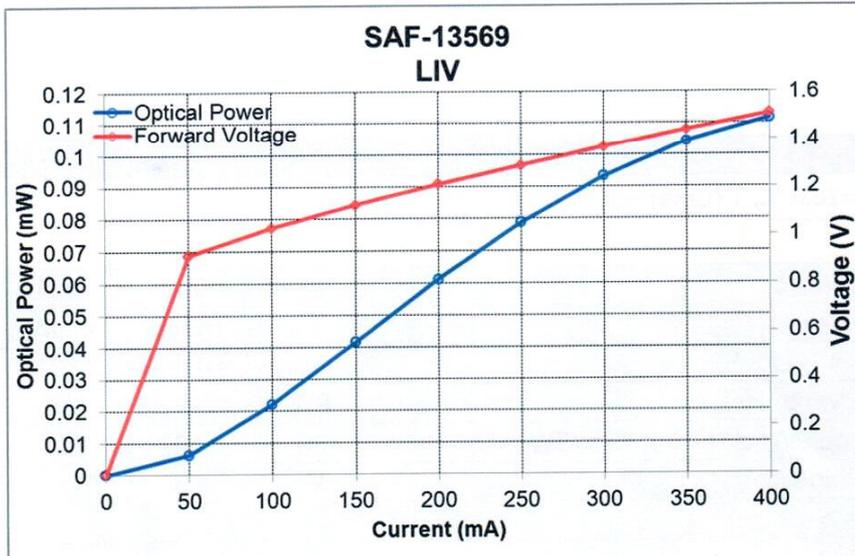

Figure 1: SAF LIV Plot
Рис.1. Оптическая головка (вид сверху при снятой крышке). 1 – оптический модуль SAF1550P2; 2 – коллимирующий объектив; 3 – вертикальный фиксирующий винт M2; 4 – дифракционная решетка, укрепленная на горизонтальном валу; 5 – корпус оптической головки; 6 – горизонтальный юстировочный винт M3x0,25; 7 – пьезоэлемент; 8 – разъем DHS-15F; 9 – подвижный рычаг; 10 – волоконный выход.
В отличие от юстировки коллимирующего объектива небольшая подстройка лазерного луча в вертикальной плоскости возможна и после демонтажа оптической головки со сборочного стенда. Горизонтальная ось (горизонтальный вал) дифракционной решетки установлена в цанговом зажиме. Цанговый зажим фиксируется или отпускается, когда вертикальный винт (поз.3) закручивается или выкручивается соответственно. Слегка асимметричный захват цанги приводит к проворачиванию горизонтального вала при закручивании винта 3 (Рис.1). Закручивание фиксирующего винта приводит к смещению лазерного луча вверх, выкручивание смещает луч вниз. **Не следует вращать фиксирующий винт более, чем на четверть оборота!** В противном случае он может быть поврежден, или горизонтальный вал будет полностью ослаблен.
3) Если движение рычага вниз (т.е. лазерный луч, отраженный от дифракционной решетки движется вверх) приводит к уменьшению порогового тока, то следует вращать фиксирующий винт (Рис.1, поз.3) по часовой стрелке. В противоположном случае фиксирующий винт следует слегка ослабить. Для вращения фиксирующего винта используется средний шестигранный ключ из ремкомплекта. Как правило, вращения на несколько градусов достаточно для восстановления режимов работы ECDL-15510RG .
4) После достижения минимума порога генерации установить, если требуется, необходимую длину волны горизонтальным юстировочным винтом (Рис.1, поз.6), доступ к которому возможен и при закрытой крышке оптической головки. Для вращения горизонтального юстировочного винта используется самый малый шестигранный ключ из ремкомплекта.